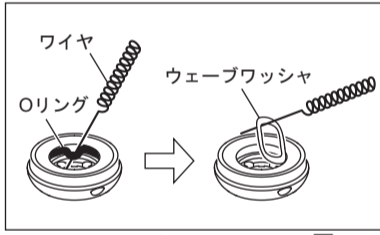

図17
- ヘッドキャップの内側にあるOリングを付属のワイヤ等で取り外し、続けてOリングの下にセットされているウェーブワッシャを取り外します(図17)。